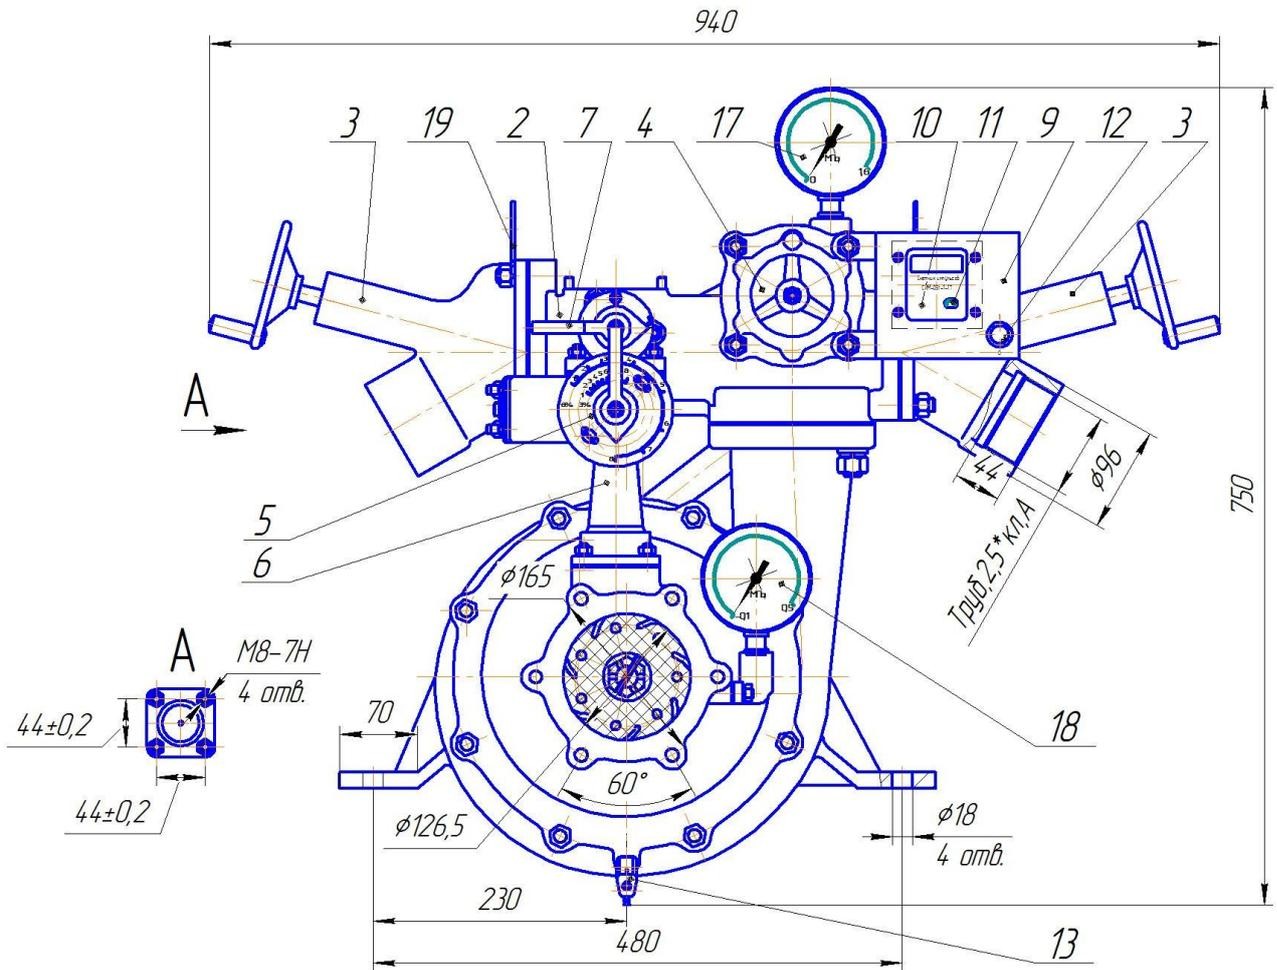

Рис. 1 Насос пожарный НЦПН-40/100УВМ.02
6.7. Тахометр 10, счётчик 11 (рис.1) подключить к бортовой сети питания напряжением от 10 до 30 В постоянного тока согласно схеме рис.4.
- включить привод насоса и плавно открыть напорную задвижку (рис.1);
Рис.1 продолжение